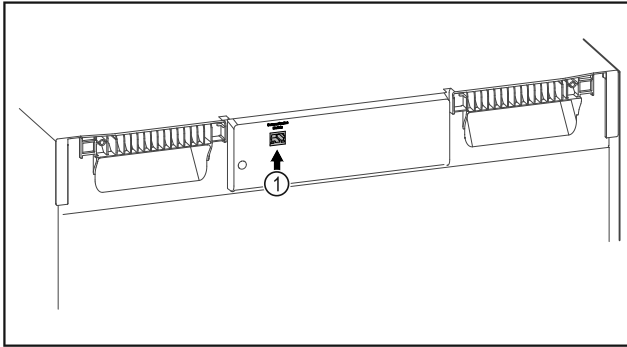

Fig. 82
- SmartModule Fig. 82 (1) se rabi.